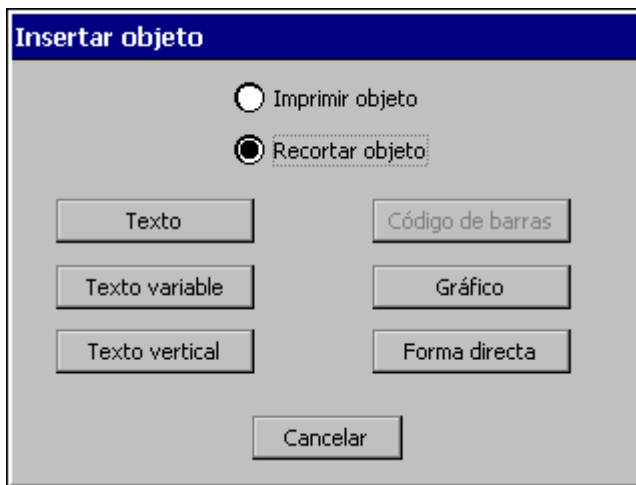

Figura 9-1. Pantalla Insertar objeto en el sistema Color & Cut
2. En la pantalla **Insertar objeto** (Figura 9-1), elija la opción **Objeto de recorte**.
1. Después de seleccionar la opción **Objeto de recorte** en la pantalla **Insertar objetos** (Figura 9-1 en la página 9-4), elija **Formas directas**.